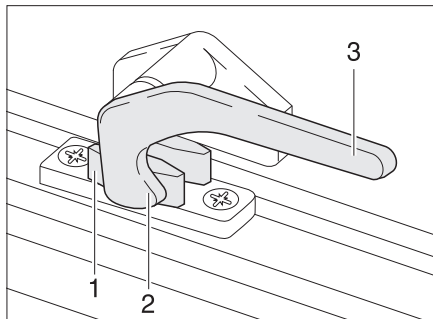
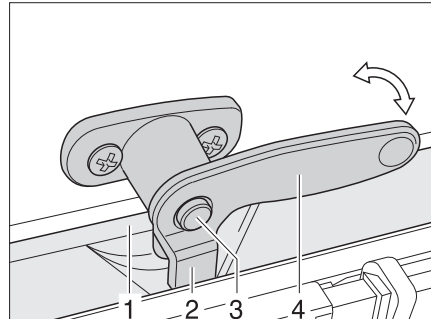

Fig. 70 Leva di serraggio in posizione "chiuso"
Fig. 71 Leva di serraggio con bottone di sicurezza in posizione "chiuso"
- Se presente, premere il bottone di sicurezza (Fig. 71,3) e mantenerlo premuto.
- Ruotare la leva di serraggio (Fig. 70,3 o Fig. 71,4) di un quarto di giro verso il centro della finestra.
- Ruotare la leva di serraggio (Fig. 70,3 o Fig. 71,4) di un quarto di giro verso il telaio della finestra. Il nasello di chiusura (Fig. 70,2 o Fig. 71,2) si trova sul lato interno della chiusura della finestra (Fig. 70,1 o Fig. 71,1).
- In posizione "Completamente chiusa" (Fig. 70)